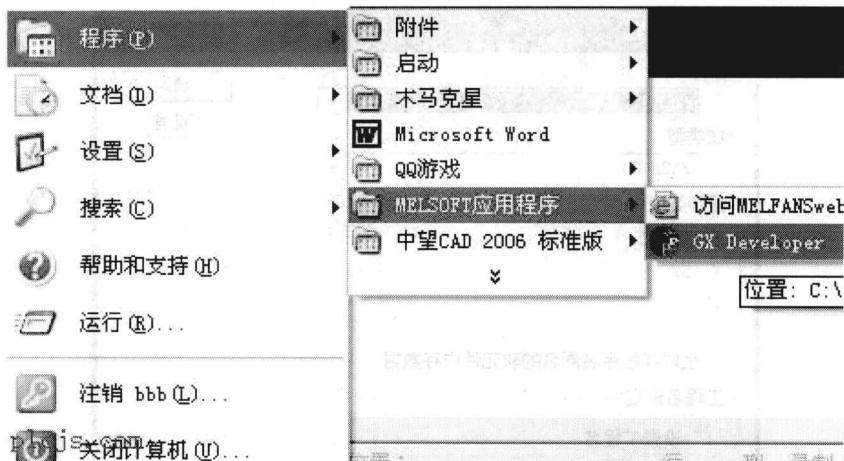

图 3-8 GX Developer 软件的启动
(1) 单击“开始”→“程序”→“MELSOFT 应用程序”→GX Developer 应用程序, 便可启动 GX Developer 应用程序, 如图 3-8 所示。
(2) 双击桌面上的 GX Developer 图标, 也可启动 GX Developer 程序。